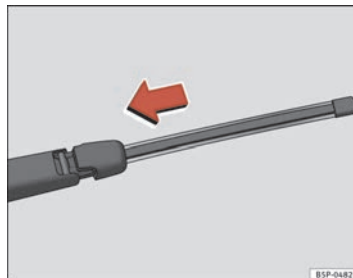

Fig. 165 Colocar la escobilla de limpiacristales
- Sitúe la escobilla, tal como se indica en la ⇒ página 238, fig. 165 y deslice el adaptador hasta que encastre.